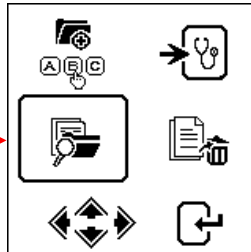

Fig.79
2. Selezionare **Visualizza rapporto di prova dalla memoria** scorrendo con il tasto ▼ e selezionando  fino a vedere il display sottostante (Fig.79):
Per uscire dal programma, premendo il tasto  in qualsiasi momento si esce e si ritorna alla schermata del menu principale (Fig.79).